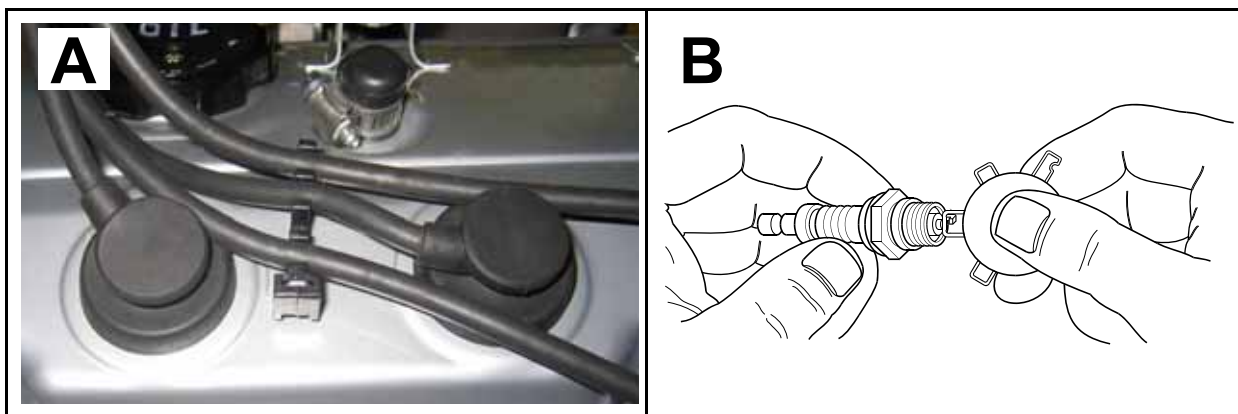

Рис. 5-15. Регулировка зазора свечей зажигания
2. Отсоедините кабели от клемм свечи зажигания. См. пункт «А» на Рис. 5-15
7. См. пункт «В» на Рис. 5-15. Проверьте зазор между свечами зажигания с помощью проволочного калибра толщины. Отрегулируйте зазор, осторожно согнув электрод заземления, согласно указанному ниже.